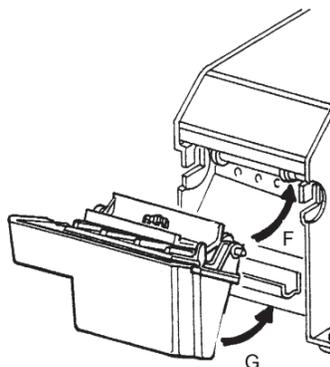

Fig. 2
- Prendere la vaschetta con la mano sinistra e inserire il perno nelle apposite sedi ricavate sulle sponde come indicato dalla freccia in fig. 2..
- Per smontare la vaschetta tenere premuto il pulsante verde con la mano destra e con la sinistra afferrare la vaschetta, alzarla e, ruotandola, estrarla dall'apposita sede in senso inverso al precedente di fig. 2.
- Tourner le réservoir en suivant la flèche comme en figure 2 jusqu'au appui postérieur.